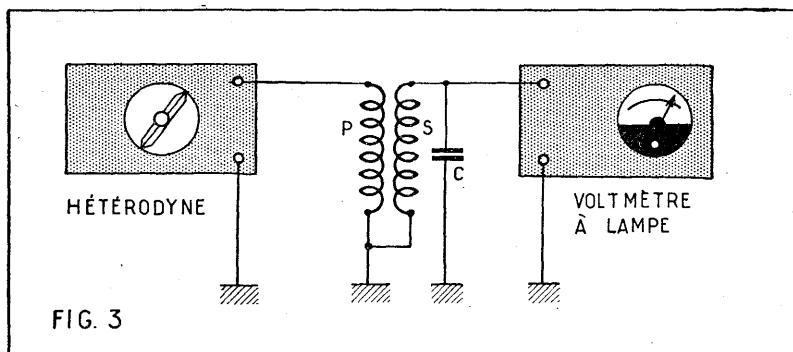

FIG. 3
Supposons donc que nous avons un condensateur variable dont nous voulons relever la courbe. Ce travail ne peut se faire que par comparaison avec d'autres capacités étalons. C'est une erreur, on trouve dans le commerce des condensateurs fixes au mica, dont la valeur est exacte à 1 % près. Nous allons utiliser plusieurs de ces condensateurs de valeurs différentes que nous associerons de manière à obtenir toute une gamme de capacité. Sur un tube de carton bakérisé, on réalise un enroulement primaire (P) de soixante-dix tours de fil 15/100 émaillé ou isolé sous soie et en bout un enroulement secondaire (S) de cent vingt tours. Ces valeurs conviennent pour toute une gamme de condensateurs variables et plus particulièrement les condensateurs de l'ordre de 500 pF, qui sont les plus courants. On réalise à l'aide de ces éléments le montage de la figure 3. En C on branchera successivement les condensateurs au mica et le condensateur variable. L'hétérodyne est placée sur la gamme PO. En C on branche un condensateur au mica de 25 cm.
Ce condensateur variable étalon nous sera très utile. On pourra, par exemple, mesurer la valeur d'un condensateur quelconque en faisant l'opération inverse de précédemment. C'est-à-dire on branche le condensateur à mesurer et le condensateur étalon en C, figure 3, on cherche l'accord à l'hétérodyne. On remplace par le condensateur étalon et on cherche la capacité qui donne la même déviation au voltmètre à lampe.